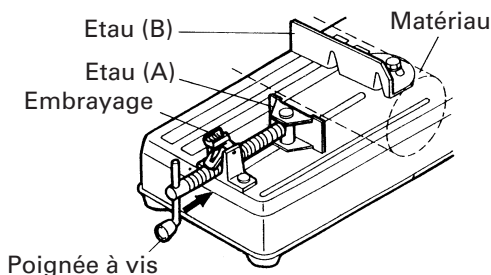
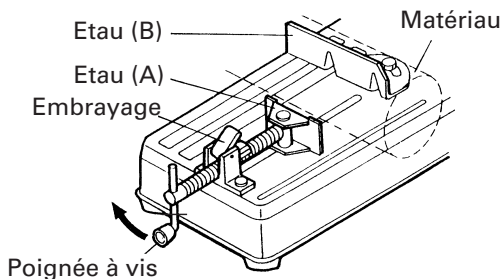

Fig. 4
Fig. 5
### 1. Procédure de fixation du matériau à couper (Fig. 4 et 5)
Placer le matériau entre l'étau (A) et l'étau (B), relever l'embrayage et appuyer sur la poignée à vis pour amener l'étau (A) légèrement en contact avec le matériau, comme indiqué à la Fig. 4. Puis, abaisser l'embrayage et fixer solidement le matériau en tournant la poignée à vis. Lorsque la coupe est terminée, tourner la poignée à vis 2 ou 3 fois de suite pour desserrer l'étau, et retirer le matériau, comme indiqué à la Fig. 5.